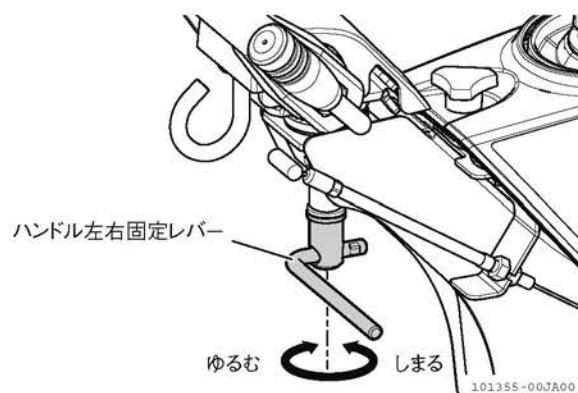

図 3-2 ハンドル回動のしかた (-D型式)
1. ハンドルを持ち、ハンドル左右固定レバーをゆるめます。(図 3-2)